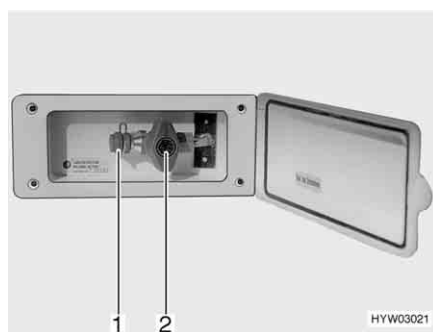

Fig. 92 Presa gas esterna, rubinetto di arresto del gas chiuso
La presa gas esterna (Fig. 92) si trova, a seconda del modello, nella parte posteriore o sul lato destro o sinistro del veicolo.
- Collegare l'apparecchio a gas esterno all'attacco (Fig. 92,1).
- Aprire il rubinetto di arresto del gas (Fig. 92,2).